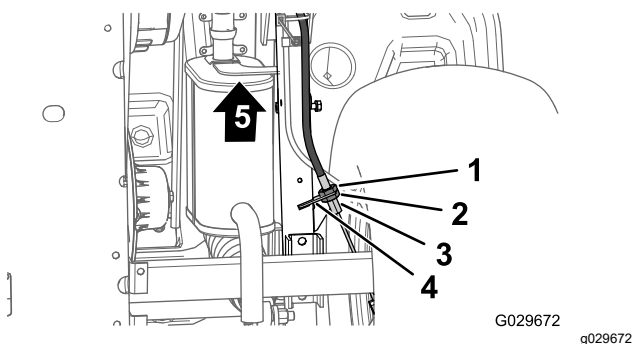

Figure 64
3. Au bas de la machine, desserrez de 4 tours l'écrou de blocage arrière du régleur fileté sur le câble de frein de stationnement (Figure 64).
4. Serrez l'écrou de blocage avant (Figure 64).
- A. Desserrez d'un tour l'écrou de blocage avant (Figure 64) du régleur fileté du câble de frein de stationnement.
- B. Serrez l'écrou de blocage arrière (Figure 64).
- A. Desserrez d'un tour l'écrou de blocage arrière (Figure 64) du régleur fileté du câble de frein de stationnement.
- B. Serrez l'écrou de blocage avant (Figure 64).